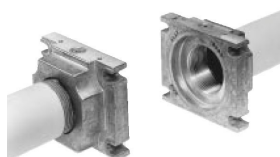

Рис. 13
3. Установить Мультиблок между резьбовыми фланцами (Рис. 13)